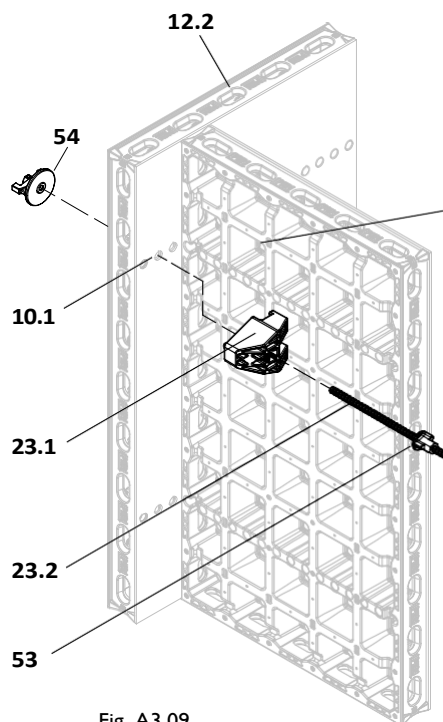

Fig. A3.09
- Ъглова съединител DUO (Fig. A3.09)
Ъгловият съединител DUO служи за закрепване на елементите под прав ъгъл. Закрепените под прав ъгъл елементи трябва да са многофункционални DMP. (Fig. A3.09)